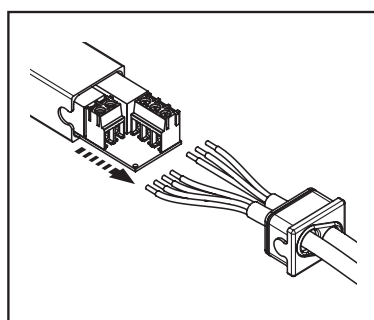

fig.5 La carte est sortie du conteneur
5. Faites ressortir la carte électronique de quelques centimètres du boîtier (fig. 5).